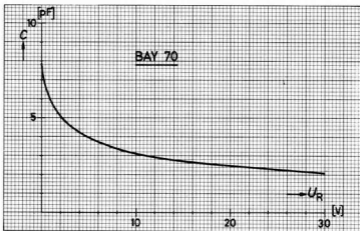

Bild 28
Die Kennlinie in Bild 28 zeigt die Diodenkapazität in Abhängigkeit der angelegten Spannung für die Varactordiode BAY 70.
1. Schritt: Bestimmen der Kapazitätswerte des Varicaps für 2 V und 20 V mit Hilfe der Kennlinie aus Bild 28.